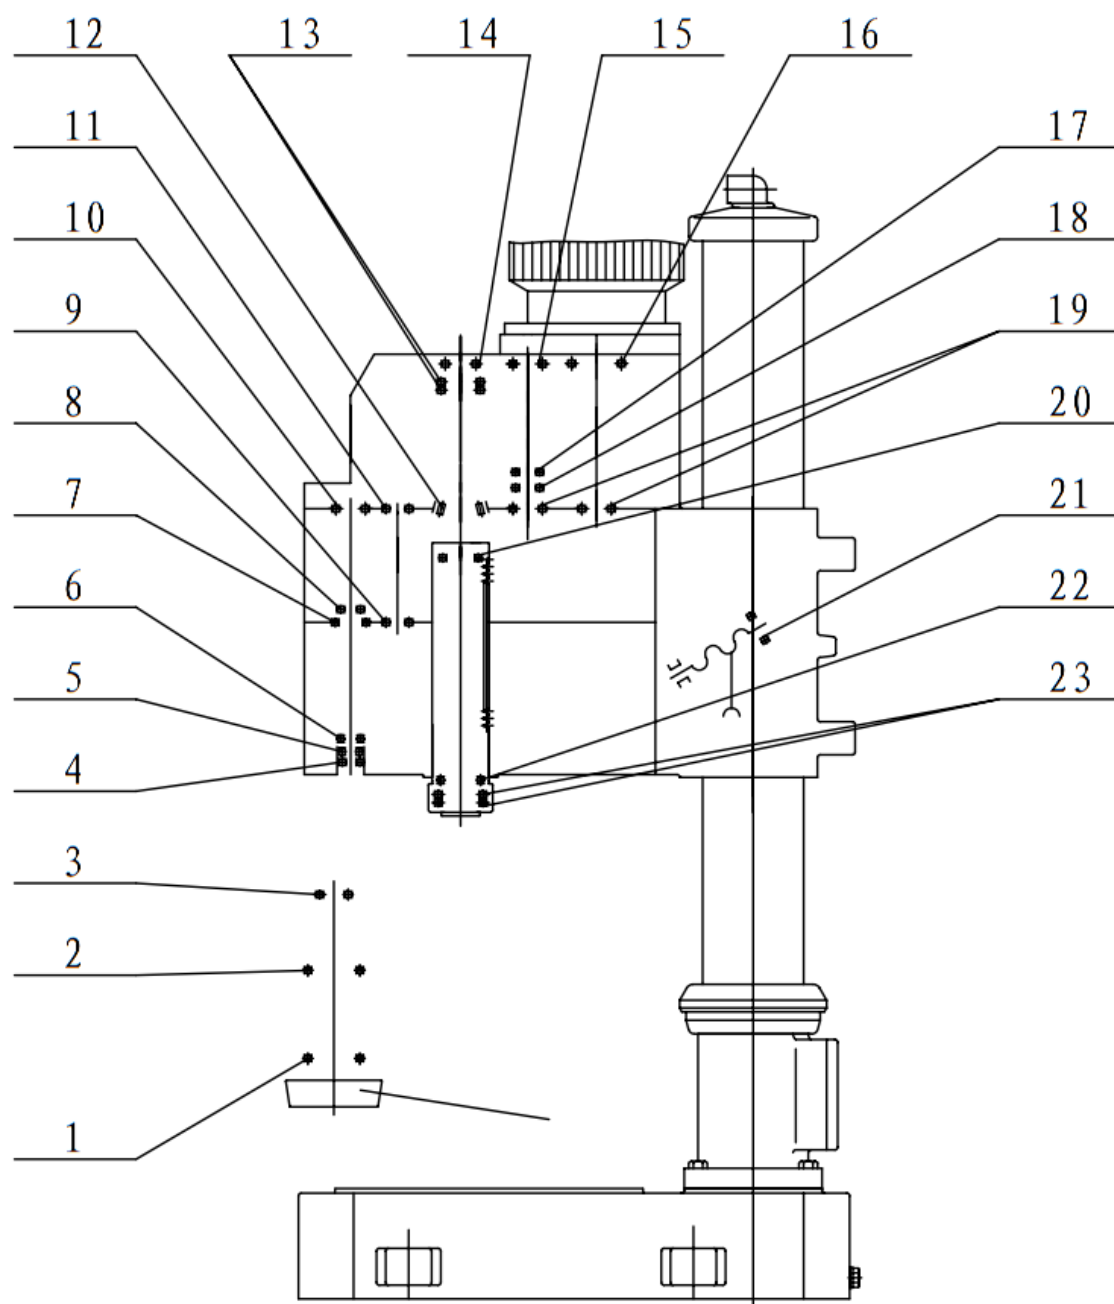

Рисунок 3. Подшипники
2.2 Внешний вид станка и его основные характеристики показаны на Рисунке.1 3. Краткое описание системы привода и его конструкции: Станок состоит из сверлильной бабки, колонны, основания станка, распределительной коробки, устройства подачи СОЖ и приспособлений станка, всего шесть компонентных частей. Вращение шпинделя - это главное движение станка. При сверлении или фрезеровании движение шпинделя вдоль своей оси – это подача. Перемещения рабочего стола, кронштейна и сверлильной бабки вверх и вниз, а также повороты стола являются вспомогательными движениями. Вертикальный мотор обеспечивает передачу приводу. Специальный насос подаёт СОЖ. Два управляющих рычага в передней части сверлильной бабки могут изменять частоту вращения шпинделя по 12 ступеням. Изменение положения любого из этих рычагов приводит к перемещению двухступенчатой и трёхступенчатой передачи вдоль оси, изменяя частоту вращения. Один из рычагов имеет нейтральное положение, предназначенное для проворачивания шпинделя вручную при установке и снятии режущего инструмента, а также для регулирования положения заготовки. Регулировка подачи выполняется переключением набора шестерен, путем изменения положения рычага в правом углу сверлильной бабки. Перемещения рабочего стола, кронштейна и сверлильной бабки вверх-вниз выполняются вручную. Регулировка необходимого расстояния от сверла до заготовки также осуществляется вручную. Система передач станка показана на рисунке 2. Данные о шестернях, червяке, зубчатой рейке см. в табл.1. Расположение роликовых подшипников станка – см. Рисунок 3. Перечень подшипников – см. Табл.2. 4. Электрическая система 4.1 Краткое описание Станок содержит передовой одночипный электронный блок управления высочайшего качества и управляется электроникой, программное обеспечение не только выполняет управление всеми видами движений, но также имеет множество защитных функций, включая сцепление. Возможности системы очень широки, работа бесшумна и долговечна. Движение и остановка основного мотора управляется электрически, кроме того, улучшена точность сверления станка. 4.2 Объяснение схемы При работе станка размыкатели QF1,QF2, которые расположены в распределительной коробке В1 (рисунок 4,5), должны быть замкнуты, их можно разомкнуть при осмотре или ремонте. Эти два размыкателя защищают от короткого замыкания, перегрузки, обрыве фазы главного мотора или мотора насоса. При замыкании главного выключателя QS1 система переводится в рабочее состояние и зажигается лампа HL1, при выключении сети лампа гаснет и станок выключается.